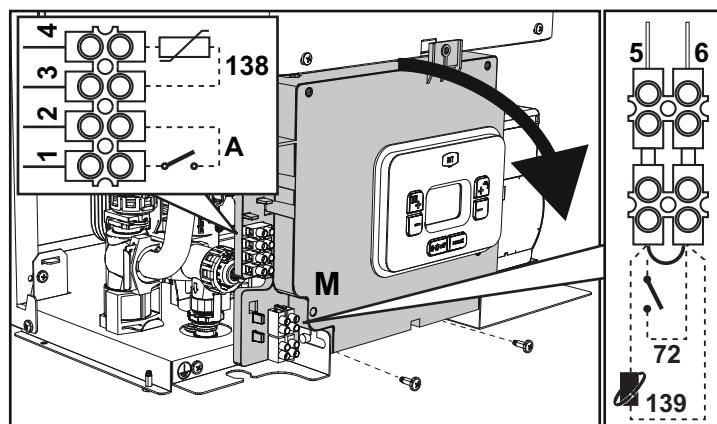
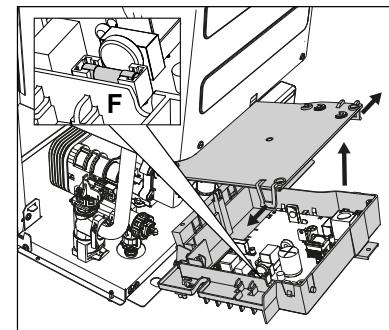

fig. 18
fig. 19
Tras quitar el panel frontal (*** 'Apertura del panel frontal' on page 41 ***), es posible acceder a las regletas de conexión (M) y al fusible (F) según las indicaciones siguientes (fig. 18 e fig. 19). Los bornes indicados en la fig. 18 deben tener contactos secos (no 230V). La posición de los bornes para las diferentes conexiones también se ilustra en el esquema eléctrico de la fig. 54.
Configuración del interruptor ON/OFF (A, fig. 18)**Tabla. 3- Ajustes del interruptor A**